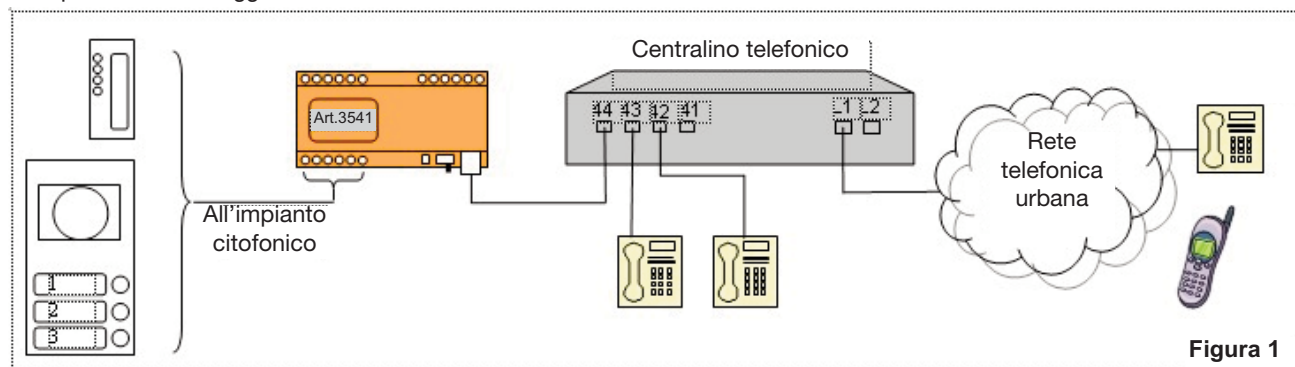

Figura 1
- Verificare che l'interfaccia risponde alle chiamate telefoniche (l'interruttore S deve essere in posizione 1). Con riferimento alla figura 1, utilizzare uno dei telefoni collegati al centralino telefonico per chiamare il numero dell'interfaccia (44) e attendere di udire in cornetta un doppio tono di avviso che indica che l'interfaccia ha risposto alla chiamata. Il LED L1 si accende e rimane acceso fino a quando non si riaggancia il telefono da cui si sta chiamando.
4. Scegliere la configurazione da dare all'impianto. Ad esempio, con riferimento alla figura 1:
Con riferimento alla figura 1, utilizzare uno dei telefoni collegati al centralino telefonico per chiamare il numero dell'interfaccia (44) e attendere di udire in cornetta un doppio tono di avviso che indica che l'interfaccia ha risposto alla chiamata. Il LED L1 si accende. Le programmazioni vengono inserite sotto forma di una sequenza di codici DTMF corrispondenti alla pressione di una sequenza di tasti sulla tastiera del telefono da cui si stà chiamando.
Esempio. Con riferimento alla figura 1 si vuole che: